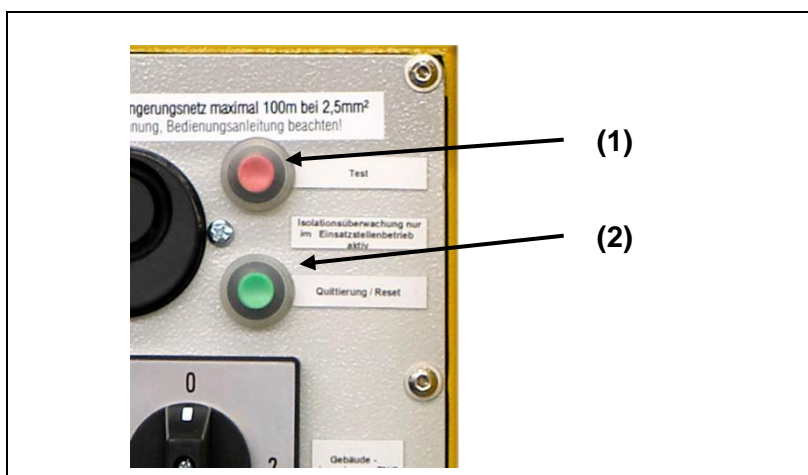

Abb. 5-2: Isolationsüberwachung mit E-MCS 4.0
2. Drücken Sie den Testknopf (siehe Abb. 5-2-(1))
3. Drücken Sie nach erfolgter Prüfung den Reset-Taster (siehe Abb. 5-2-(2)), um die Fehlermeldung zu quittieren.
1. Drücken Sie den Reset-Taster (siehe Abb. 5-2-(2)), um die Fehlermeldung zu quittieren.